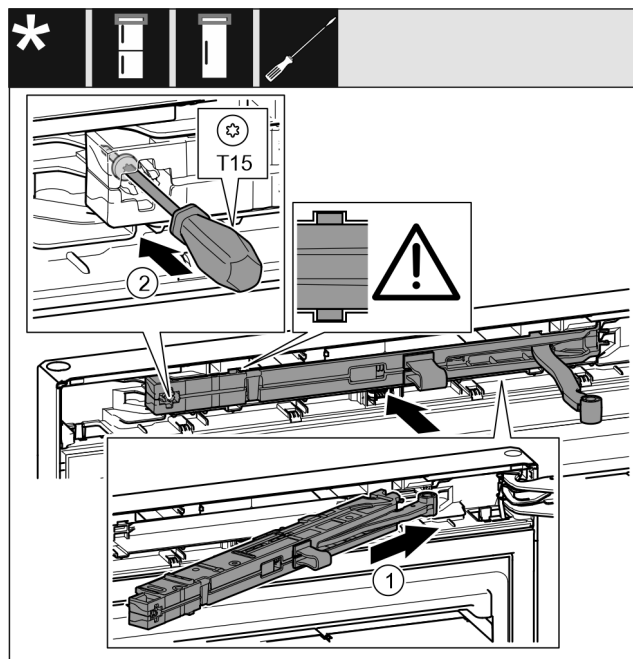

Fig. 23
- ▶ Schließdämpfereinheit Fig. 23 (1) auf der Lagerbockseite bis zum Anschlag schräg in die Aussparung einschieben.
- ▶ Schraube Fig. 23 (2) mit einem Schraubendreher festschrauben.